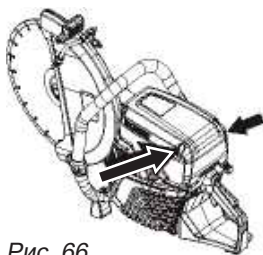

Рис. 66
- Ослабьте винты. Снимите крышку воздушного фильтра (рис. 66).